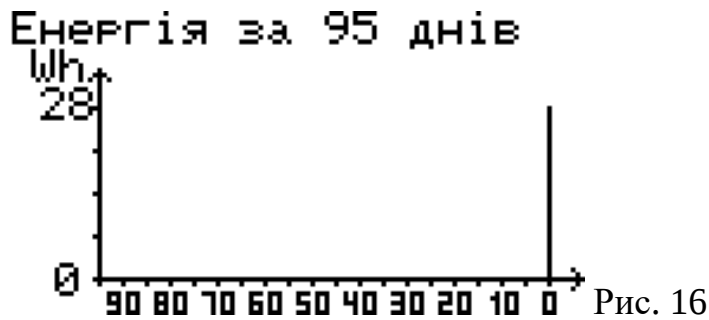

Рис. 16
7.2.2.8 Екран «Енергія за 95 днів» представлений на Рис. 16.